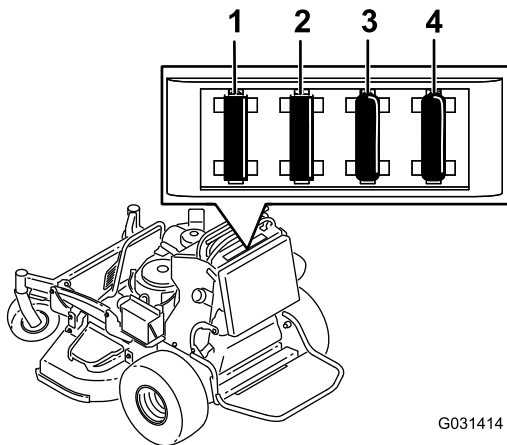

Bild 50
2. Ziehen Sie die Sicherung heraus, um sie zu entfernen oder auszuwechseln (Bild 50).
Hinweis: Stellen Sie sicher, dass eine Sicherung der richtigen Größe befestigt wird Bild 50.